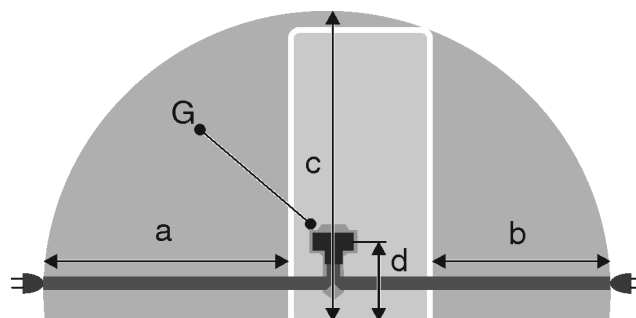

Fig. 29
- Priza nu se află în spatele aparatului, ci în zonele a sau b *Fig. 29 (a, b, c)*.
- ▶ Cuplați fișa aparatului *Fig. 29 (G)* pe partea posterioară a aparatului. Acordați atenție fixării corecte în poziție.